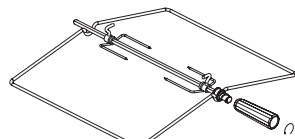
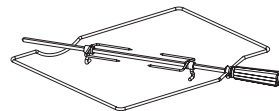

рис. 8
рис. 9
- Плиты комплектуются вертелом со съемной рукояткой (рис.8). В зависимости от комфортности, плиты могут комплектоваться вертелами другого исполнения (рис.9). При установке и извлечении использовать рукоятку, которая накручивается на